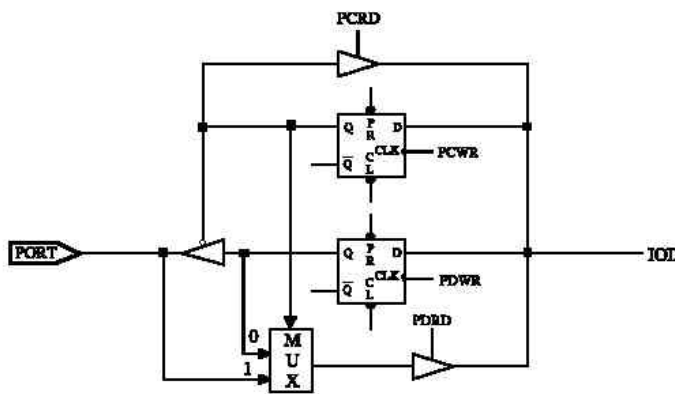

图7 I/O端口、I/O控制寄存器电路
- 第 3 位 (ROC) 用于 R-option 功能。ROC 置 1, 则 R-option 引脚 P80、P81 状态可读出, ROC 清 0 则禁止该功能。另外, 介绍一下 R-option 功能。用户必须将 P81 或/和 P80 引脚通过 560K 外部电阻 (Rex) 与 VSS 相连。若 Rex 与 VDD 相连/未连, P80 (P81) 状态读数为 0/1。参见图 7 (B)。该位可读写。
程序控制中，I/O 端口可由控制寄存器 (IOC5~IOC9) 设置为输入或输出。I/O 寄存器和 I/O 控制寄存器都是可读写的。I/O 接口电路如图 7 所示。注意，从 I/O 端口读数据时，输入和输出不同状态的读路径不同。